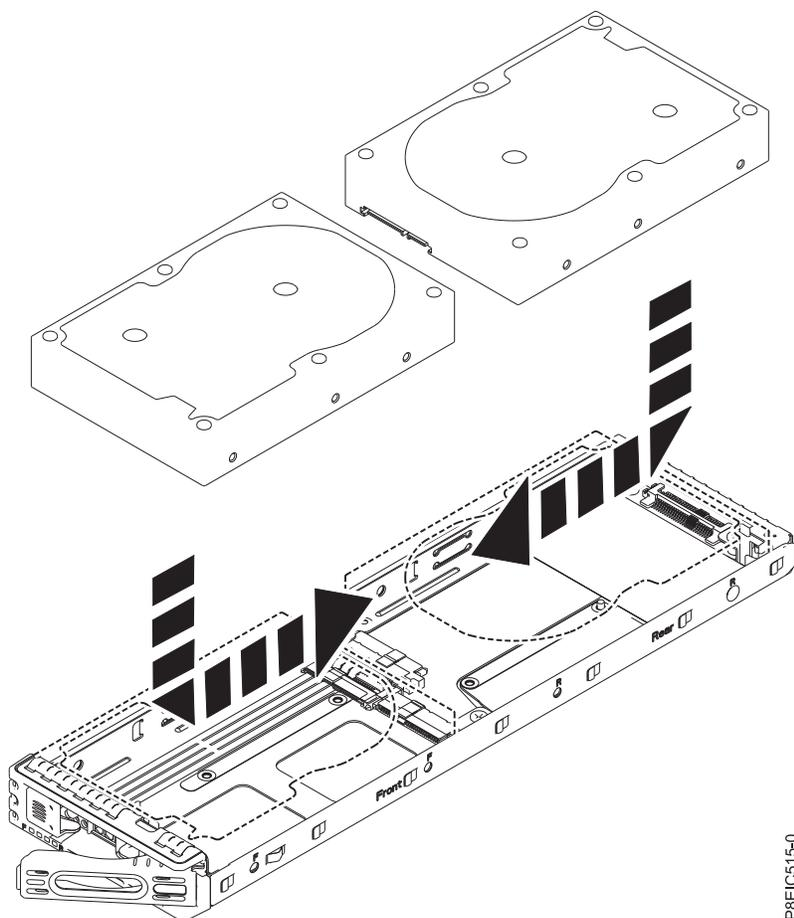

Figure 12. Installation de l'unité 3,5 pouces dans le tiroir
- a. Placez l'unité dans le tiroir, puis faites-la glisser dans le support, comme illustré dans la figure 12, à la page 13.